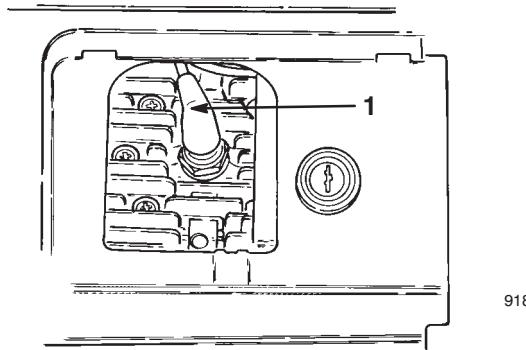

Figure 14
5. Débranchez la bougie (Fig. 14).